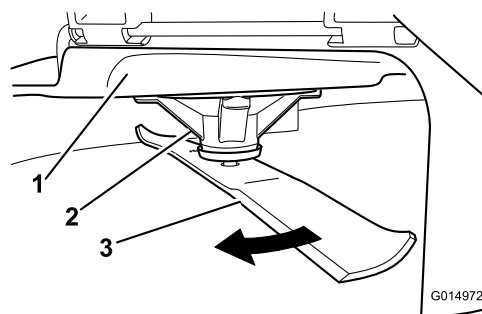

Figura 60
2. Indossando guanti dalla spessa imbottitura o altre protezioni idonee per le mani, ruotate lentamente la lama in una posizione che consenta di misurare la distanza tra il bordo di taglio e la superficie piana su cui si trova la macchina (Figura 60).